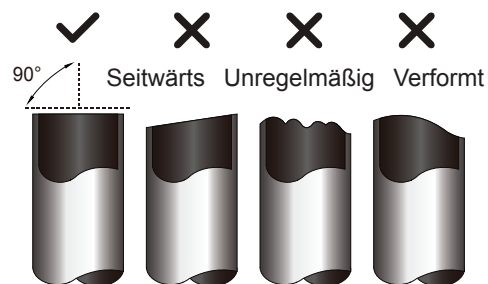

Abb. 5.1
3. Stellen Sie sicher, dass die Leitung auf einen perfekten 90-Grad Winkel geschnitten ist. Siehe Abbildung 5.1 für schlechtes Schneiden von Leitungen.